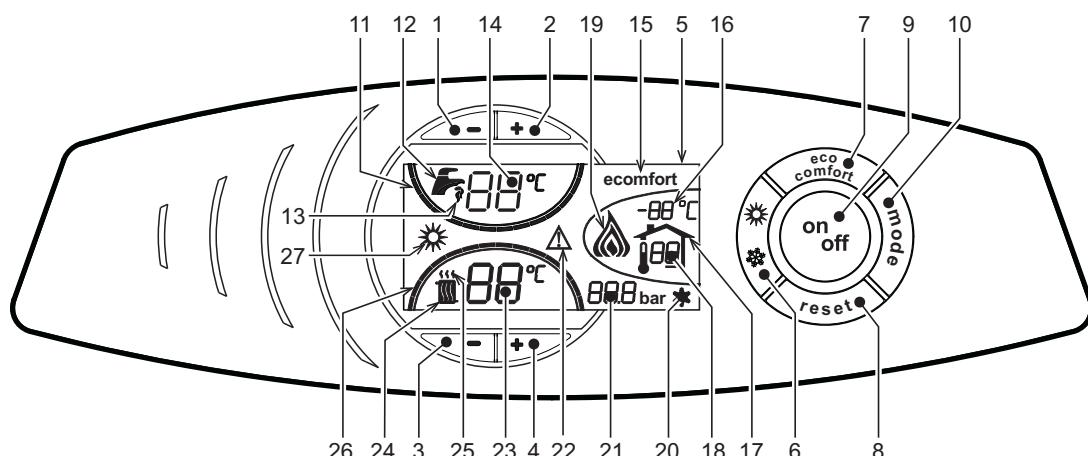
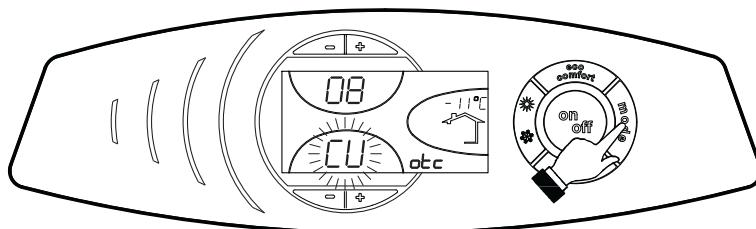

рис. 1 - Панель управления
рис. 11 - Кривая компенсации
О поступлении команды на включение отопления (от комнатного термостата или от пульта ДУ с таймером) предупреждает мигание индикатора теплого воздуха, установленного на радиаторе (дет. 24 и 25 - рис. 1).
Индексные метки с подсветкой системы отопления (дет. 26 - рис. 1) зажигаются по мере приближения измеряемой датчиком температуры к заданному значению.
О поступлении команды на включение системы ГВС, генерируемой при заборе горячей воды, предупреждает мигание соответствующего индикатора на кране (поз. 12 и 13 - рис. 1). Убедитесь, что функция Comfort (поз. 15 -) находится в активном режиме (рис. 1).
Индексные метки с подсветкой системы ГВС (поз. 11 - рис. 1) зажигаются по мере приближения измеряемой датчиком температуры к заданному значению.
При включенной системе нагрева воды в бойлере (заводская установка) на дисплее отображается символ режима COMFORT (поз. 15 - рис. 1); наоборот, если система нагрева выключена, на дисплее высвечивается символ режима ECO (поз. 15 - рис. 1).
Бойлер может быть выключен пользователем (режим ECO) путем нажатия кнопки (поз. 7 - рис. 1). Для включения режима COMFORT снова нажмите клавишу (поз. 7 - рис. 1).
Нажмите клавишу (дет. 9 - рис. 1) в течение 1 секунды.
Для повторного включения котла вновь нажмите клавишу (дет. 9 рис. 1) в течение 1 секунды.
- Нажмите кнопку ON/OFF (9 - рис. 1).
Нажмите клавишу (поз. 6 - рис. 1) в течение 1 секунды.
На дисплее высвечивается символ "Лето" (поз. 27 - рис. 1). При этом котел будет вырабатывать только воду для ГВС. При этом система защиты от замерзания остается активной.
Для выключения режима "Лето" вновь нажмите клавишу (дет. 6 - рис. 1) в течение 1 секунды.
Температура в системе отопления регулируется в пределах от 30 °C до 90 °C с помощью клавиш (дет. 3 и 4 - рис. 1); однако, не рекомендуется эксплуатировать котел при температуре ниже 45 °C.
Температура в системе ГВС регулируется в пределах от 10°C до 65°C с помощью клавиш (поз. 1 и 2 - рис. 1).
При наличии датчика температуры наружного воздуха (опция) на дисплее панели управления (дет. 5 - рис. 1) отображается измеряемая этим датчиком температура. При этом система управления котлом работает в режиме "Плавающая температура". В этом режиме температура воды, подаваемой в систему отопления, регулируется в зависимости от климатических условий внешней среды с тем, чтобы обеспечить максимальный комфорт и экономию энергетических ресурсов в течение всего года. Так, при повышении внешней температуры понижается температура подачи воды в систему отопления, что производится по определенной "кривой компенсации".
С переключением на режим "Плавающей температуры" показатель температуры, устанавливаемый клавишами (дет. 3 и 4 - рис. 1) соответствует максимальной температуре подачи воды в систему отопления. Рекомендуется устанавливать максимальное значение заданной температуры с тем, чтобы позволить системе регулировать изменение температуры во всем диапазоне значений.
При однократном нажатии кнопки (поз. 10 - рис. 1) на дисплей выводится текущая компенсационная характеристика (рис. 11), которую можно изменить с помощью кнопок задания температуры воды ГВС (поз. 1 и 2 - рис. 1).
При нажатии кнопок регулировки температуры отопления (поз. 3 и 4 - рис. 1) открывается доступ к параллельному смещению характеристик (рис. 14), с помощью кнопок регулировки температуры в контуре ГВС (поз. 1 и 2 - рис. 1).
Для выхода из режима параллельного изменения кривых еще раз нажать клавишу (дет. 10 - рис. 1).